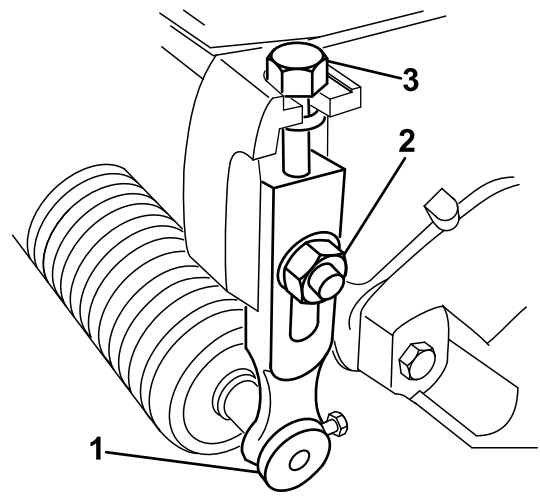

Figura 14
1. Afloje las contratuercas que sujetan los brazos de la altura de corte a las chapas laterales de la unidad de corte (Figura 14).